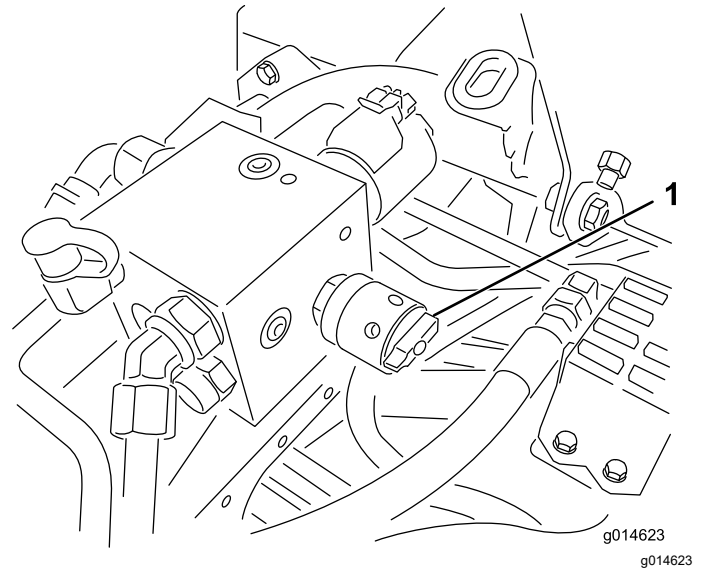

Figura 54
6. Rode o controlo da velocidade dos cilindros para a posição 1 (Figura 54).
4. Ajuste a velocidade dos cilindros, rodando o manípulo (Figura 54) até que as setas indicadoras fiquem alinhadas com o número que determinou no passo 3.